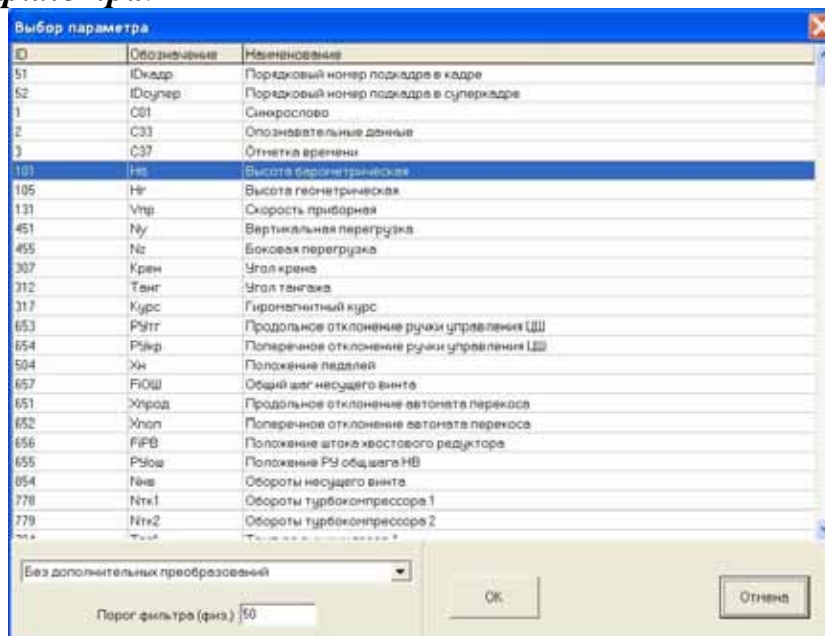

Рисунок 12.17
**Важно:** Если выбран один из следующих символов "+", "-", "s", "o", то программа предоставляет возможность осуществить для текущего параметра фильтрацию одиночных сбоев по стандартному алгоритму. Для включения режима фильтрации необходимо, после установки одного из упомянутых символов, еще раз войти в окно **Выбор параметра** (двойной щелчок левой кнопкой мыши на выбранном поле) и задать в его нижней части пороговое значение фильтра (Рисунок 12.17). Данное значение задается в физических величинах. Его величина выбирается экспертным путем и зависит от возможного (с точки зрения физики процесса) темпа изменения параметра. Фильтрация производится по каждому опросу параметра. Зарегистрированное значение признается сбойным и исключается из расчетов, если оно больше значений, зарегистрированных до и после него, на величину, более чем заданное значение фильтра, а данные значения, в свою очередь, отличаются друг от друга на величину, менее чем удвоенное значение фильтра.